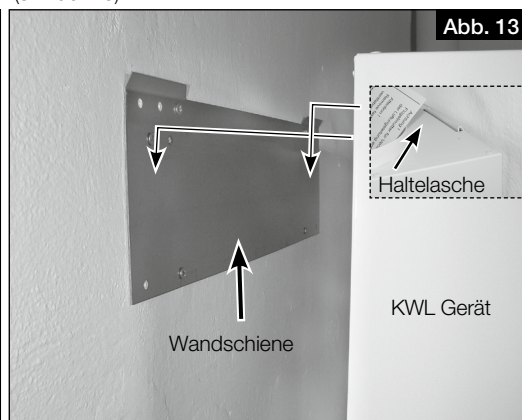

Abb. 13
5. Gerät an den Haltelaschen in die Wandschiene einhängen (s. Abb. 13).